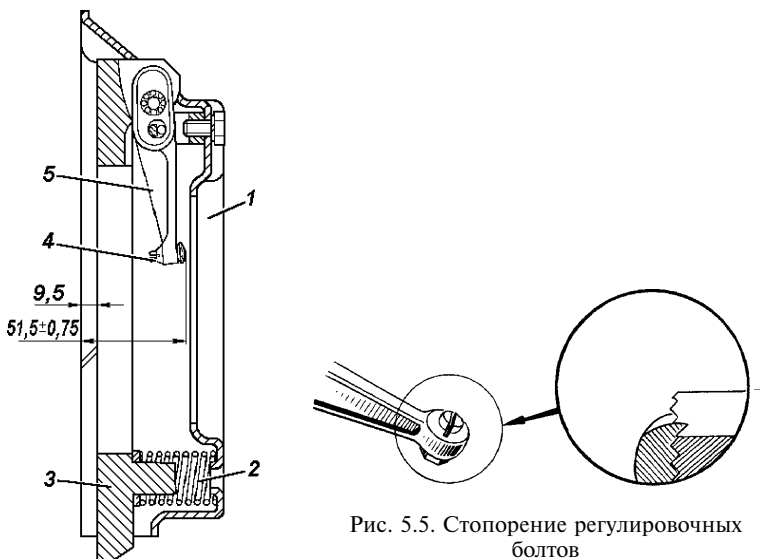

Рис. 5.4. Положение оттяжных рычагов после регулировки:
2. Осуществить регулировку завинчиванием и отвинчиванием регулировочных винтов до получения размера  $51,5 \pm 0,75$  мм - расстояние от плиты до головок винтов (рис. 5.4). Разница в расстоянии от плиты до головок винтов не должна превышать 0,2 мм.